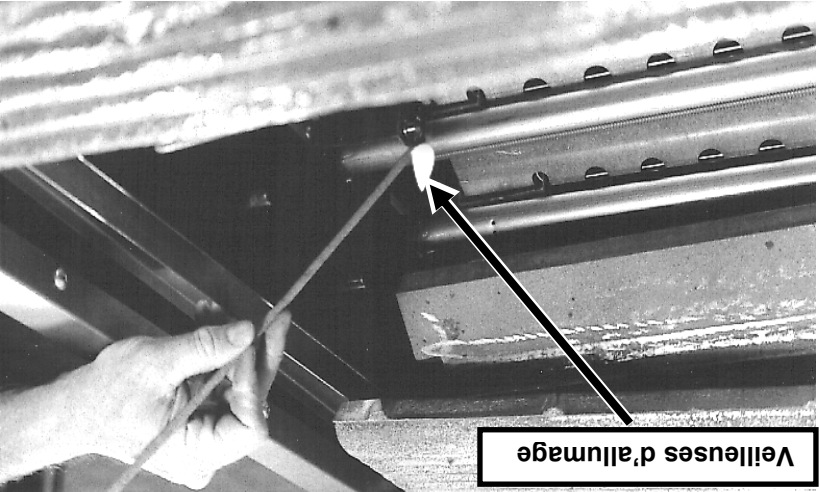

FIG. 6
2. Retirez les grilles supérieures et les radiants. Ouvrez le robinet d'arrêt principal du gaz. Allumez les veilleuses à l'aide d'une tige pour allumer les bougies. Voir Fig. 6. Réglez la vis de la soupape de la veilleuse jusqu'à ce que la flamme de la veilleuse ait une légère pointe jaune.